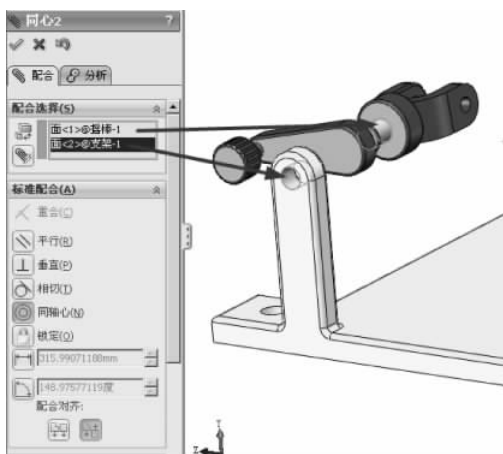

图 3-58 同轴心配合
(2) 单击【装配体】工具栏中的【配合】按钮 , 弹出【配合】的属性设置。选择【标准配合】选项组下的【同轴心】配合类型 , 在【要配合的实体】选择框  中选择如图 3-58 所示的面, 其他保持默认, 单击【确定】按钮 , 完成同轴心的配合。